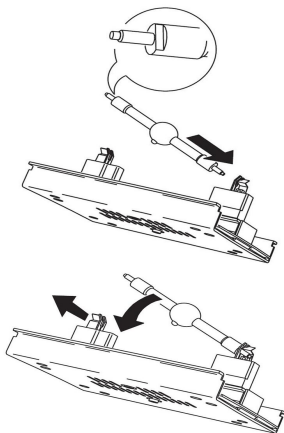

图 6 装上灯泡
4. 如图 6, 将新灯泡的两端螺母松掉, 先把灯泡一端插入灯座缺口, 再将另一端卡入灯座, 抽头对着后面板